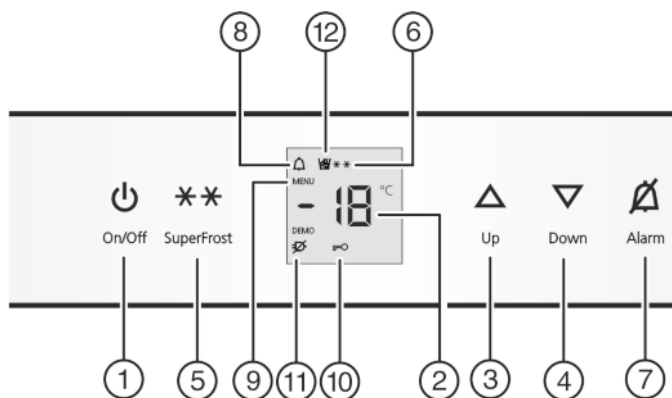

Fig. 2
- ▶ нажмите кнопку On/Off Fig. 2 (1).
- ▶ Активация режима настройки: удерживайте кнопку SuperFrost Fig. 2 (5) прикл. 5 секунд.
- ▷ Символ меню Fig. 2 (9) горит.
- ▶ Коротко нажмите кнопку SuperFrost Fig. 2 (5) для подтверждения.
- ▶ Для включения защиты от детей коротко нажмите клавишу SuperFrost Fig. 2 (5).
- ▷ Символ "Защита от детей" Fig. 2 (10) горит. На индикации мигает **с**.
- ▶ Для выключения защиты от детей коротко нажмите клавишу SuperFrost Fig. 2 (5).
- ▷ Символ защиты от детей Fig. 2 (10) гаснет. На индикации мигает **с**.
- ▶ Выход из режима настройки: нажмите кнопку On/Off Fig. 2 (1).
► Нажмите кнопку Alarm Fig. 2 (7).
Одновременно мигает индикация температуры и символ тревоги Fig. 2 (8).
Звуковой сигнал выключается автоматически, символ аварийного сигнала Fig. 2 (8) выключается и индикатор температуры перестает мигать, если температура снова становится достаточно низкой.
► Установка более высокой температуры: нажмите кнопку настройки Up Fig. 2 (3).
► Установка более низкой температуры: нажмите кнопку настройки Down Fig. 2 (4).